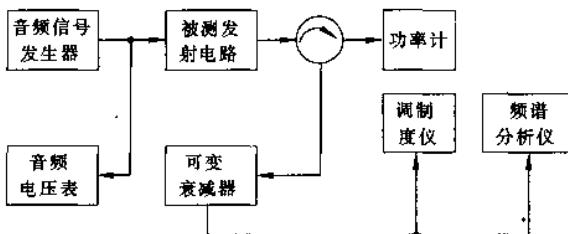

图 2-7
辐射带宽是指已调信号占有总能量 $99\%$ 的频带宽度,也就是指比未调载波电平低 $25\text{dB}$ 的两个谱线间所占频带宽度。其标准测试方法如图 2-7 所示。
- 在图 2-7 中,发射电路在未调载波状况下以额定功率输出,用频谱分析仪测量并记录此时的未调载波电平值。
杂散辐射是指标准测试音调制时, 在允许占用带宽以外的一些离散频率点上的辐射。它们包括谐波成份、非谐波成份和寄生成份。其标准测量方法是: 在图 2-7 中, 发射电路在未调载波状态下工作, 将频谱仪调整至发射载波频率上, 使频谱仪频率旋钮在 100kHz 至 10 倍于测试载频的范围内变化, 记下各杂散辐射的电平。上述测量应在加标准测试音调制时重复进行。无绳电话的杂散辐射功率应不大于  $25\mu\text{W}$ 。